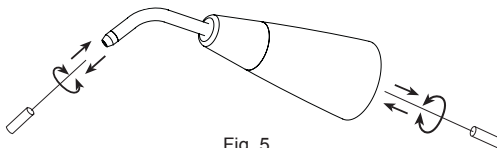

Fig. 5
- 2 Liberar el canal de los restos de polvo, utilizando la aguja de limpieza específica que se entrega en dotación, (Fig.2 - Ref.C), siguiendo los movimientos indicados, (Fig. 5). Soplar aire comprimido con la jeringa, en el orificio central del terminal por ambos lados.
- 2 Liberar el canal de los restos de polvo utilizando la aguja de limpieza adecuada suministrada en dotación, (Fig.2 - Ref.C), siguiendo los movimientos indicados (Fig.5). Soplar aire comprimido con la jeringa en el agujero central del terminal por ambas partes.
- 1 Si el paso del aire del terminal anterior se obstruye, basta accionar el aparato por algunos instantes, utilizando las agujas en dotación, (Fig.5), para liberar el canal de los residuos de polvo.